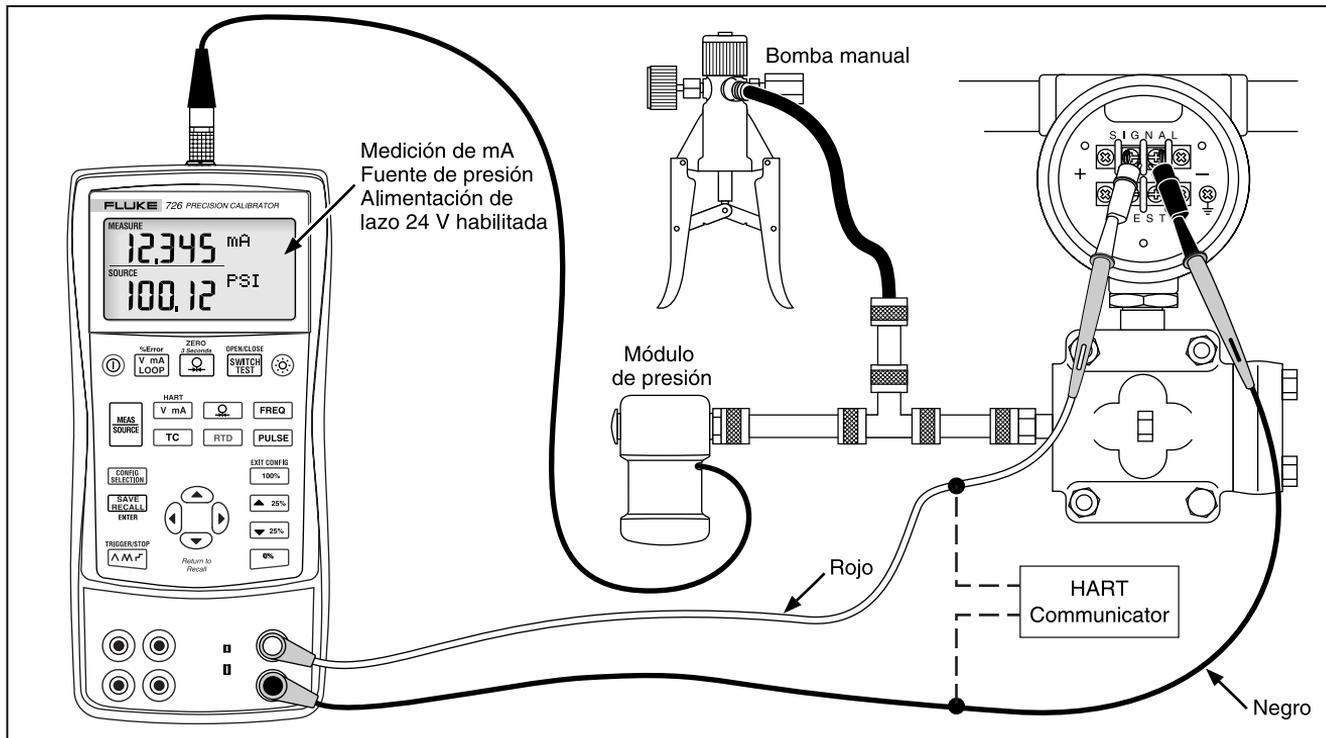

Figura 21. Calibración de un transmisor presión a corriente (P/I)
1. Conecte el calibrador al instrumento sometido a prueba tal como se muestra en la figura 21.